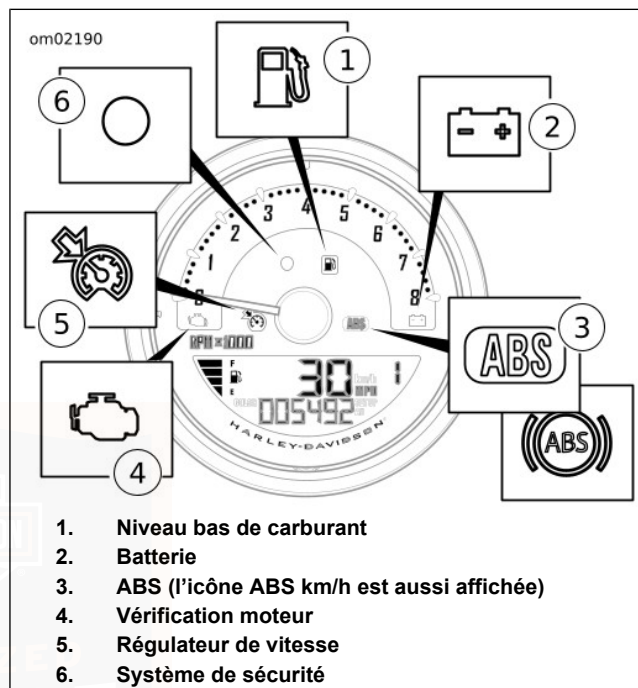

Figure 14. Indicateurs lumineux de la face de l'indicateur de vitesse
Clignotement : Voir Figure 14. Sur les véhicules avec ABS, le témoin ABS (3) commence à clignoter lorsque le véhicule
Voir Figure 14. Le témoin de charge de batterie (2) indique une charge excessive ou insuffisante de la batterie. Voir MAINTENANCE ET LUBRIFICATION > BATTERIE (Page 148).
Voir Figure 14. Le témoin de vérification moteur (4) indique si le moteur/le système de gestion du moteur fonctionne normalement. Le témoin de moteur est orange.
Voir Figure 14. L'icône du régulateur de vitesse (5) indique l'état du régulateur de vitesse. Se référer au Tableau 20.
Voir Figure 14. Le témoin de niveau bas de carburant (1) indique si le niveau de carburant tombe en dessous du niveau de réserve du réservoir de carburant. Le témoin de niveau bas de carburant est de couleur ambre. Se référer au Tableau 11.
Voir Figure 14. Le témoin de sécurité (6) indique que le système de sécurité est activé. Voir SYSTÈME DE SÉCURITÉ > SYSTÈME DE SÉCURITÉ (Page 77).